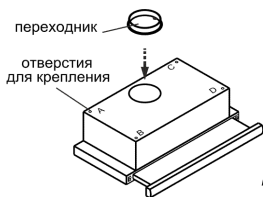
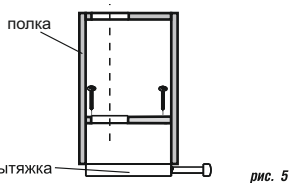

рис. 4
рис. 5
- 6.1 Установите пластиковый переходник и зафиксируйте его защелками (рис. 4) (для всех, кроме вытяжек Интегра S2 60П(Н)-700-В2Д и Интегра Glass 60П(Н)-650-В2Л)
- 6.3 Крепление кухонной вытяжки к верхней полке над плитой (рис. 4, рис. 5):
- вырежьте дополнительное отверстие в полке шкафа (рис. 5) для воздуховода при работе в режиме «вытяжки» и для свободного прохождения воздуха при работе в режиме «рециркуляции».
- снимите алюминиевый фильтр (рис. 4);